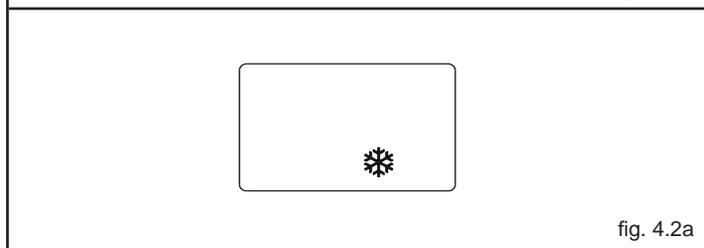

fig. 4.2a
- **Antigelo:** quando la temperatura dell'acqua di caldaia scende sotto i 5°C si attiva il circolatore e, se necessario, il bruciatore alla minima potenza per riportare la temperatura dell'acqua a valori di sicurezza (35°C). Durante il ciclo antigelo sul visualizzatore digitale appare il simbolo  (fig. 4.2a)